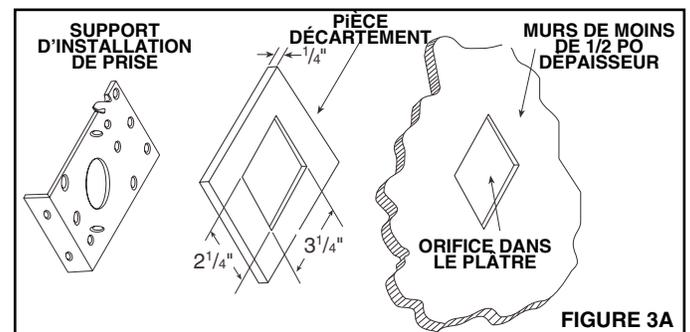

FIGURE 3A
**NOTE: When using the Model 361 inlet bracket on walls thinner than 1/2", use a 1/4" spacer (not furnished) between the wall and the inlet bracket. See Figure 3A.**
**NOTE:** Lors de l'installation d'un support de prise 361 dans un mur de moins de 1/2 po d'épaisseur, placez une pièce d'écartement (non fourni) de 1/4 po d'épaisseur entre le mur et le support. Consultez la Figure 3A.